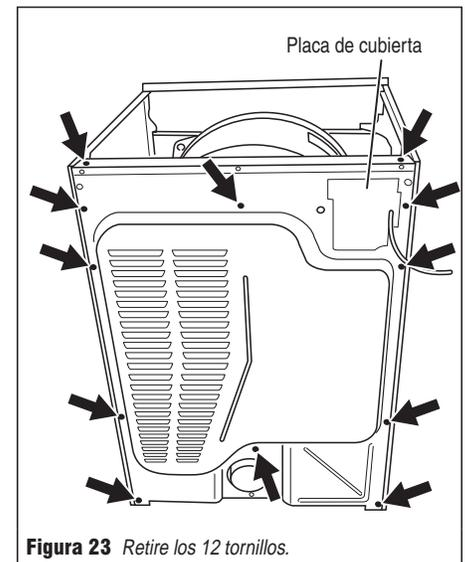

Figura 23 Retire los 12 tornillos.
4. Retire los dos tornillos en el borde superior del panel posterior que lo conecta a los bordes superiores de los paneles laterales. Vea la figura 23.